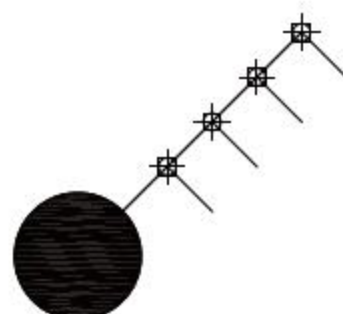

图3-134 删除辅助线
- 05 调用E【删除】命令，删除辅助直线，结果如图3-134所示。